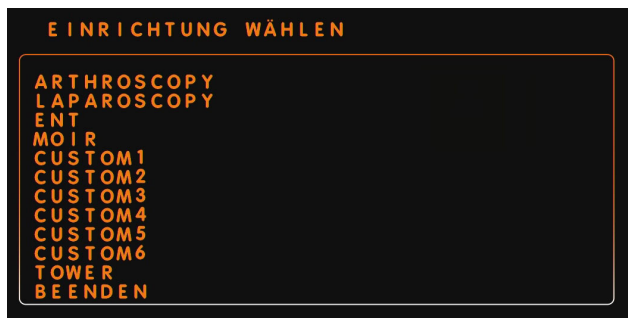
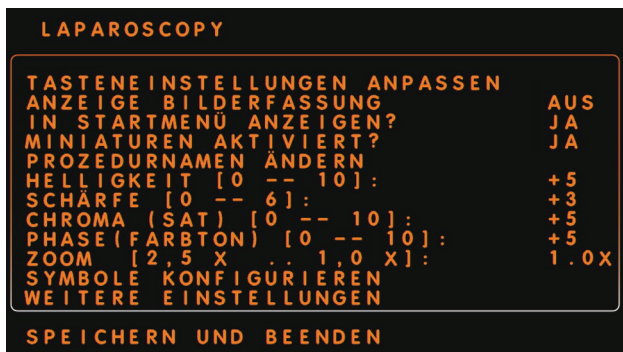

Abbildung 36. Bildschirm **EINSTELLUNGEN** für **KAMERA-EINRICHTUNGEN ANPASSEN**
Abbildung 39. Anzeige Bilderfassung
3. Navigieren Sie zur Kameraeinrichtung (Abbildung 36), die angepasst werden soll, und drücken Sie **Auswahl**, um den Bildschirm für die Anpassung dieser Kameraeinrichtung zu öffnen. Die Option **TASTENEINSTELLUNGEN ANPASSEN** blinkt (Abbildung 39).
1. Navigieren Sie zu **ANZEIGE BILDERFASSUNG** (Abbildung 39). Wenn **ANZEIGE BILDERFASSUNG** blinkt, auf **Auswahl** drücken, um die Option auszuwählen. Die aktuelle Einstellung blinkt.